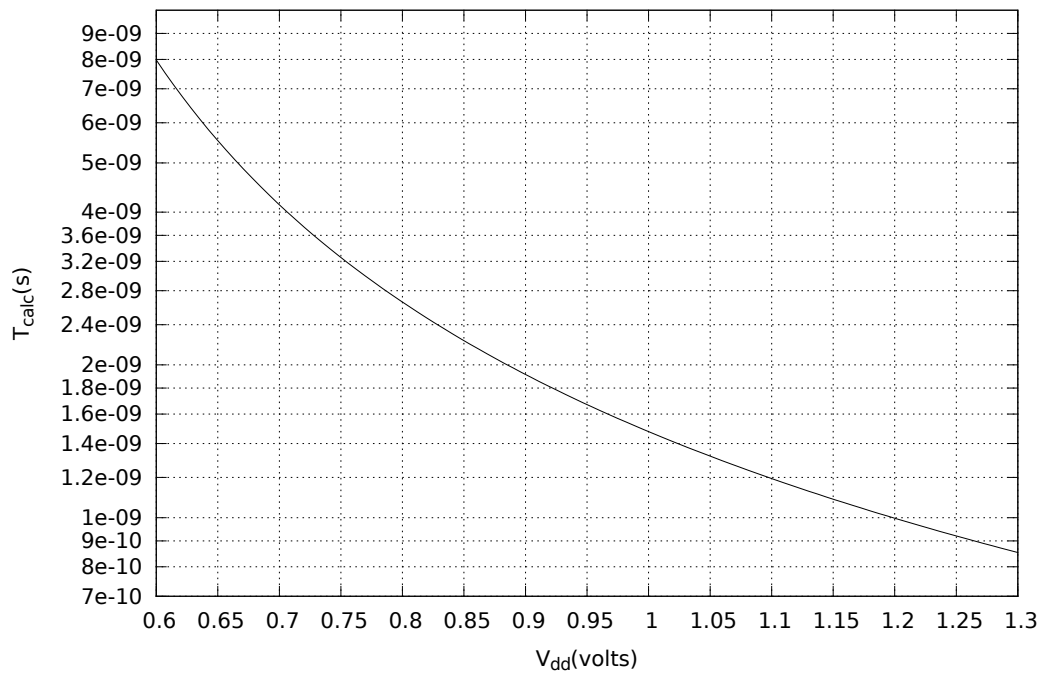

Figure 3 – Temps de calcul de la fonction F
- Le temps de calcul T_{calc} en fonction de la tension d'alimentation V_{dd} (voir **figure 3**)